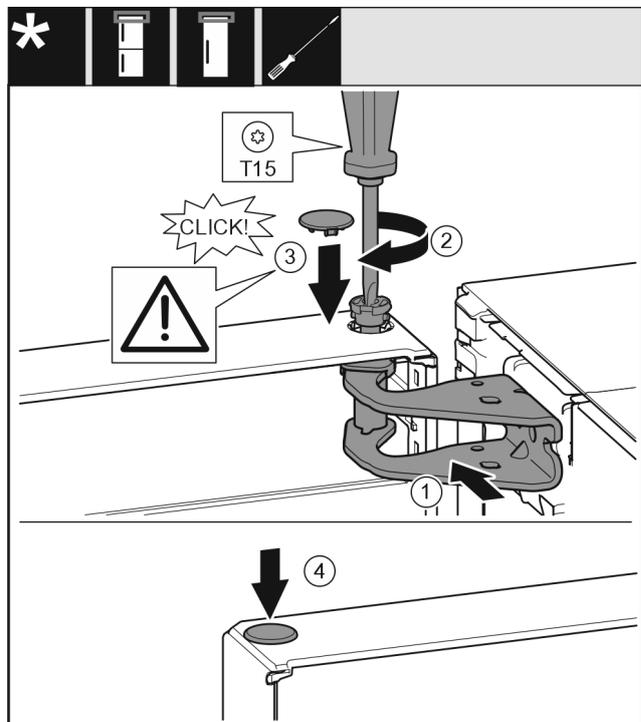

Fig. 17
- Dvere hore vyrovnajte s otvorom v ložiskovej konzole. Fig. 17 (1)
- Vložte čap a pevne ho priskrutkujte skrutkovačom T15. Fig. 17 (2)
- ▶ Namontujte poistný kryt pre poistku dverí: nasadte poistný kryt a skontrolujte, či prilieha ku dverám. Inak čap vložte úplne. Fig. 17 (3)
- ▶ Nasadte zátku. Fig. 17 (4)